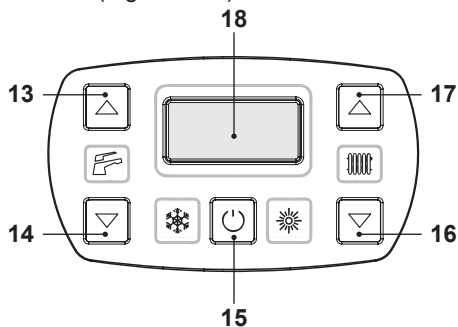
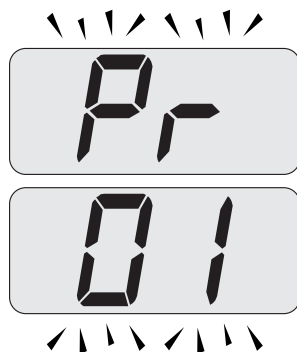
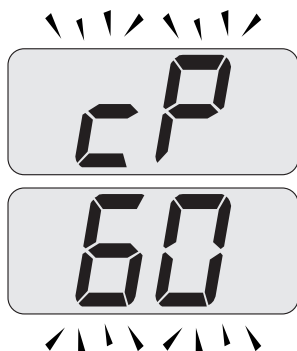
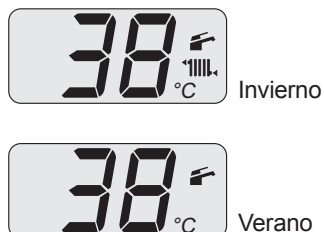

Figura 9.17
Figura 9.18
Figura 9.21
Figura 9.23
- Entre en la "modalidad de programación" pulsando simultáneamente durante 10 segundos los botones 15 - 16 - 17 (Figura 9.17) hasta que aparezcan en la pantalla LCD las letras **Pr** alternadas con el código **01**, que indican la entrada en el "parámetro 01" (Figura 9.18).
- Pulse simultáneamente los botones 16 y 17 (Figura 9.17) hasta que aparezcan en la pantalla LCD las letras **LP** alternadas con el valor de temperatura del agua de calefacción (ej. **45**), que indican la entrada en la activación de la "función desdeshollinador" a la potencia mínima (Figura 9.19).
- Pulsando el botón 17 (Figura 9.17) se puede modificar la potencia en modalidad desdeshollinador: el display LCD muestra las letras **hP** que se alternan con el valor de temperatura del agua de calefacción
- Pulsando el botón 17 (Figura 9.17) se puede modificar la potencia en modalidad deshollinador: la pantalla LCD muestra las letras **CP** alternadas con el valor de temperatura del agua de calefacción (ej. 60), que indican que estamos en la "función deshollinador" a la potencia máxima en calefacción (Figura 9.21);
- Volviendo a pulsar simultáneamente durante 10 segundos los botones 15 - 16 - 17 (Figura 9.17) se sale de la "modalidad deshollinador" y se vuelve al estado anterior de la caldera (Figura 9.23).